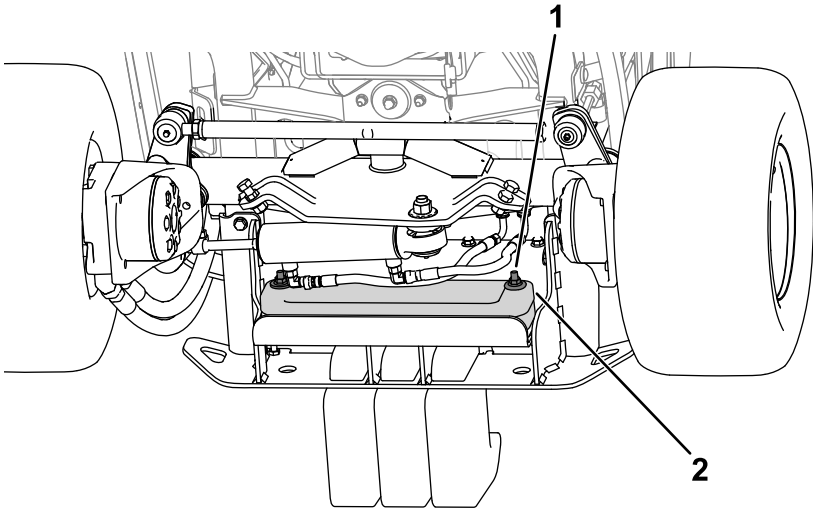

Figura 20
- 2. Utilice las fijaciones para sujetar los pesos al parachoques (Figura 20).